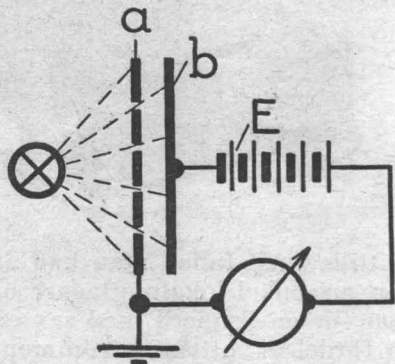

Fig. 1.
Det var egentligen den tyske fysikern *Heinrich Hertz* som först upptäckte den fotoelektriska effekten. Han visade, att gnistor från en mindre induktionsapparat blevo betydligt längre om de bestrålades med ljuset från en stor gnistinduktor, och *Hallwachs* fann, att en negativt laddad zinkplatta förlorade sin laddning, då den bestrålades med kvartsljus. *Stoletow* iakttog vidare, att svaga elektriska strömmar uppstodo i en krets, bestående av en stor zinkplatta (b), ett galler (a) och ett batteri (E), då systemet uppställdes framför en stark lampa (se fig. 1). *Elster* och *Geitel* slutligen funno, att alkalimetallerna lämpade sig bäst för fotoelektriska undersökningar, och från dessa båda forskare härrör nedanstående tabell.
Laddar man en fotoelektrisk cell enligt fig. 1 med V_0 volt skall man finna, att laddningen sjunkit till V_t volt, sedan det aktiva skiktet bestrålats i t sek. Bäst äro naturligtvis de celler, som efter en mycket kort tid förlora hela laddningen, och enligt tabellen är detta fallet med kaliumcellerna.